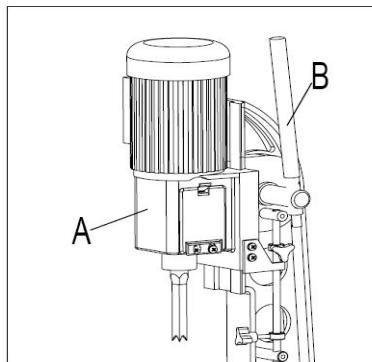

Fig. 4
La tête (A) Fig. 4, est soulevée et abaissée au moyen du levier (B) .